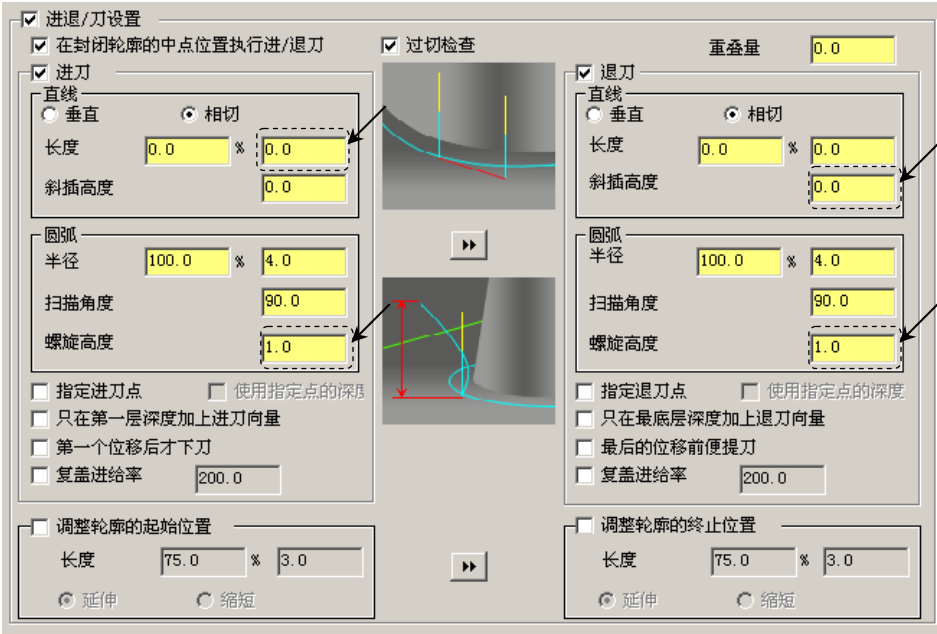

图 9.40 “进退/刀参数” 参数设置界面
(2) 设置进退/刀参数。在“2D 刀具路径 - 外形铣削”对话框中的左侧节点列表中，单击 **进退/刀参数** 节点，设置图 9.40 所示的参数。